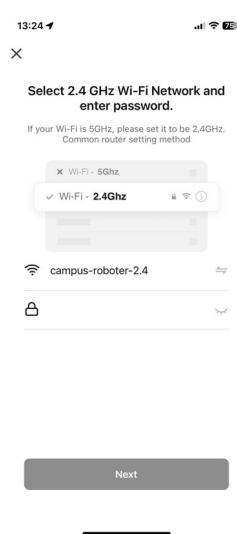

Fig. 3
- ▶ En el siguiente paso, introduzca la contraseña de su red wifi (fig. 3) y pulse a continuación en **NEXT**.